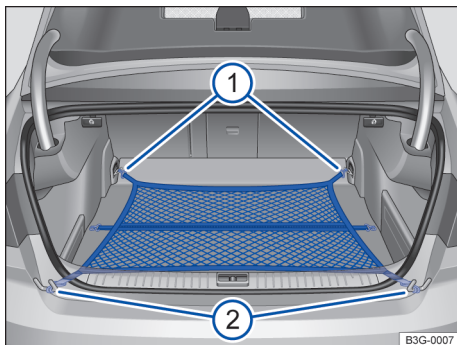

Fig. 194 No compartimento de bagagem: rede para bagagem presa de forma plana.
- Prender os ganchos da rede para bagagem nos olhais de amarração → Fig. 194 ①. O zíper da rede para bagagem deve estar voltado para cima → ⚠.
- Enganchar os ganchos da outra extremidade da rede para bagagem nos olhais de amarração abaixo do canto do compartimento de carga → Fig. 194 ②.